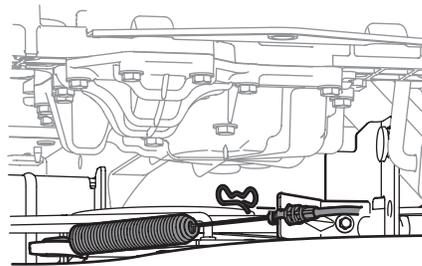

Figure 4-2
7. Retirez la goupille qui fixe le câble de la prise de force au support sur le plateau de coupe, faites glisser le câble de la prise de force et décrochez le ressort du support de la poulie de tension. Voir Figure 4-2.